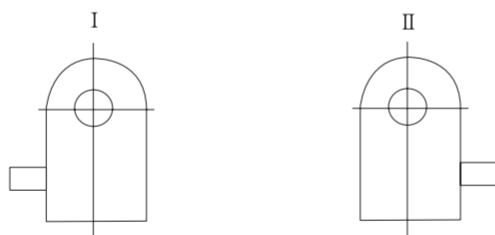
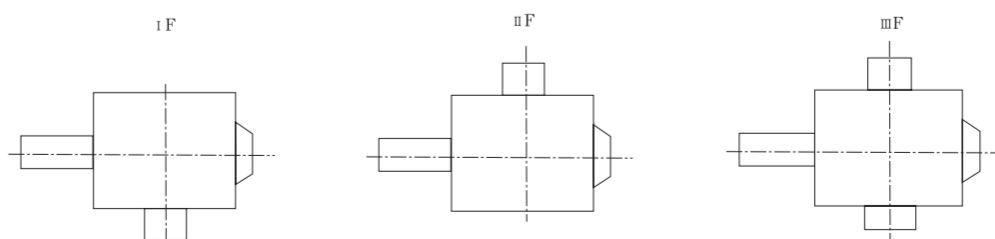

图 1 Drawing 1
图 2
a) CWU 型——蜗杆在蜗轮之下, 见图 1、图 2;
4.1 CWU 型系列减速器的外形及安装尺寸见图 1、图 2, 表 3、表 4;